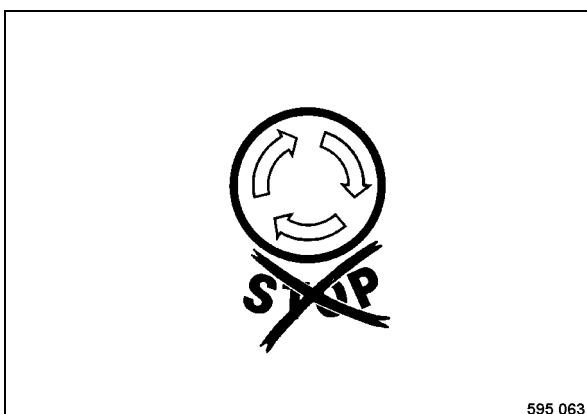

Fig. 37
- Controllare se l'interruttore per l'arresto d'emergenza (Fig. 37) è sbloccato.